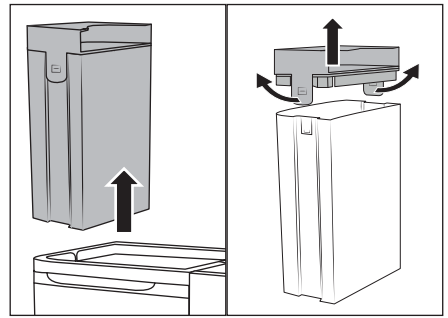

Fig. 5
(1) Utilice exclusivamente agua corriente de fría a caliente o agua destilada en el depósito de agua limpia 2. No utilice agua hirviendo.
(2) No ponga nunca el aparato en funcionamiento si no hay agua en el depósito de agua limpia 2. (3) Utilice exclusivamente los productos de limpieza de tapicería convencionales que no generen espuma o el **vinagre de limpieza W5 de LIDL**. Otros productos de limpieza podrían dañar el aparato. Recomendamos añadir tres cucharadas del **vinagre de limpieza W5 de LIDL** al depósito de agua limpia 2 completamente lleno de agua (1,7 litros). En caso necesario, aumente gradualmente la proporción de vinagre de limpieza hasta alcanzar el resultado deseado.
- ◆ Sujete el depósito de agua limpia 2 por el agarre de la tapa 1 y tire de este hacia arriba para extraerlo del aparato (consulte la fig. 5).
- ◆ Tire de las dos pestañas de fijación ligeramente hacia fuera y retire la tapa 1 (consulte la fig. 5).